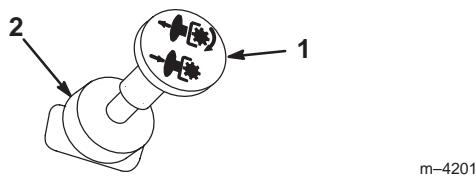

Bild 8
3. Ziehen Sie den ZWA-Schalter auf EIN (Bild 8).
Schieben Sie den ZWA-Schalter auf AUS (Bild 8).